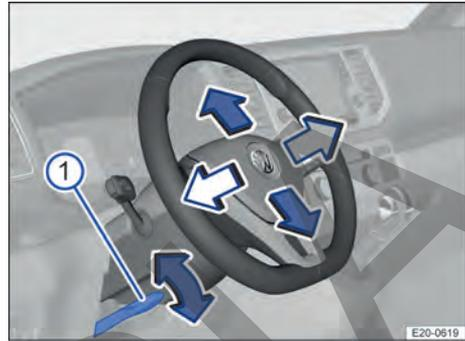

Fig. 53 Debajo del volante, en el guarnecido de la columna de dirección: palanca para el ajuste manual de la posición del volante.
1. Presione la palanca hacia abajo → fig. 53 ①.
3. Presione la palanca → fig. 53 ① con fuerza hacia arriba hasta que quede a ras del guarnecido de la columna de dirección → ⚠.